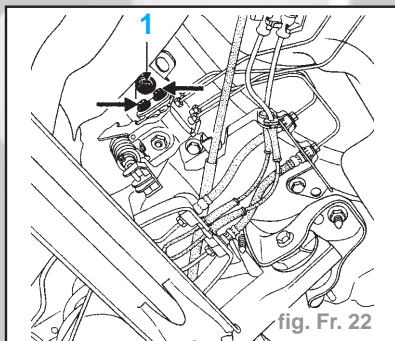

fig. Fr. 22
- Dévisser, sans la déposer, la vis (1) de fixation de la patte de maintien du compensateur (fig. Fr. 22).